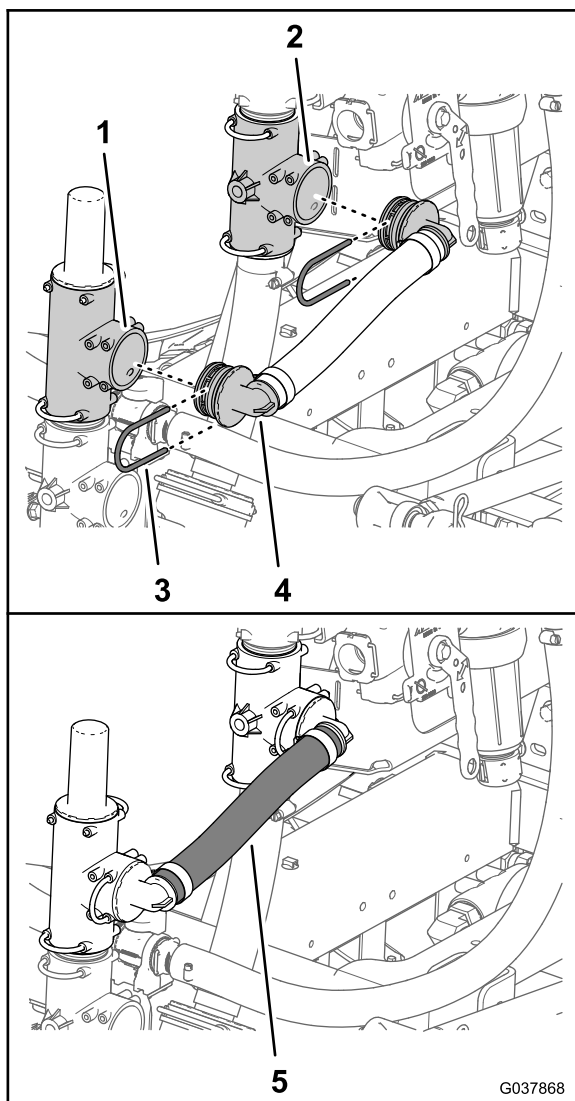

図 70
1. 圧力解放ホース 25 x 298 mm のバーブ付き 90°フィッティングを、圧力解放ポートの T 字フィッティングの空いているポートに取り付ける 図 70。
2. 圧力解放ホースの90°フィッティングを、下側T字フィッティングの空いているポートに組み付ける 図 70。
3. 90°フィッティングをT字フィッティング 図 70 に固定するステップ 1 と 2 圧力解放バルブの位置を変更する (ページ 29) で外したリテーナ 2 個を使用する。